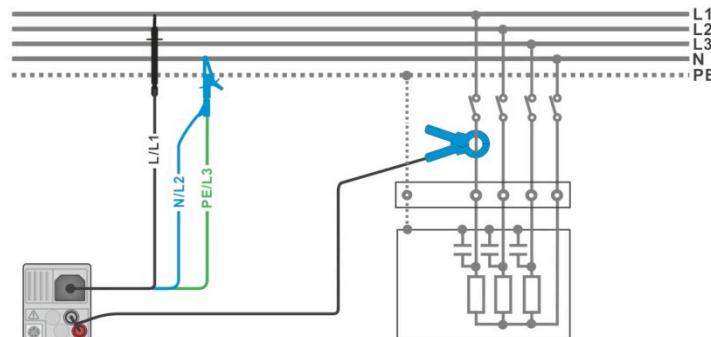

Рисунок 7.59: Измерение мощности.
- Подсоедините испытательные провода измерения напряжения и токовые клещи к испытуемому объекту (см. рис. 7.59).